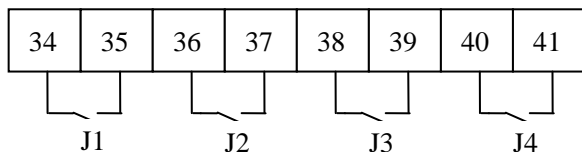

图 3
4.3.2.3 继电器输出(端子号见图 3, 但每路继电器独立使用,继电器与通道一一对应, 四个继电器皆为常开)